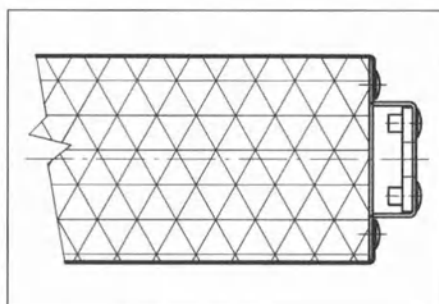

Рис.10 Т - замок с пальцем
- T - замок с пальцем (рис. 10)